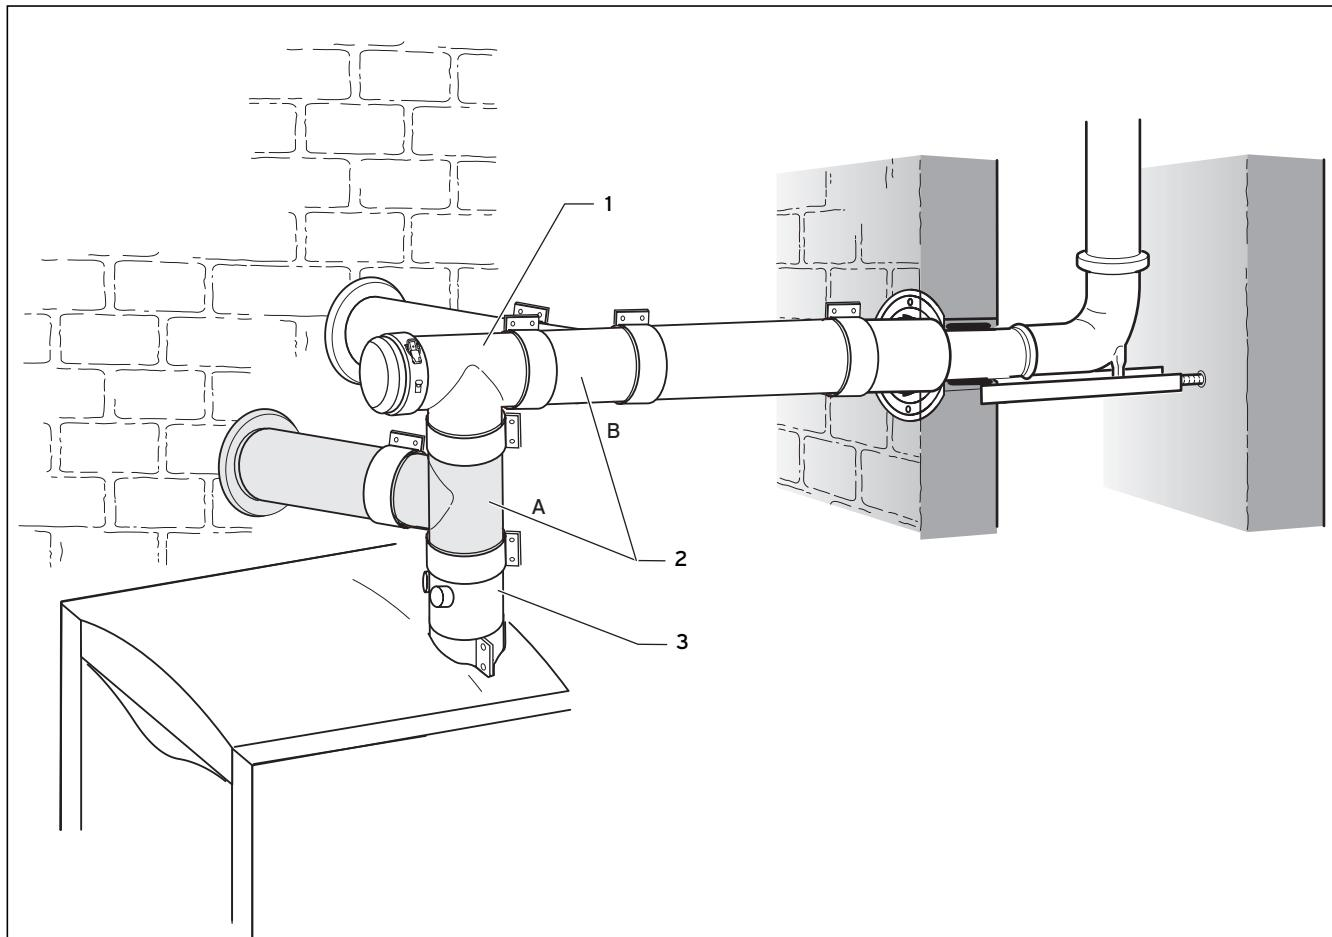

Рис. 4.33 Возможности подсоединения раздельного притока воздуха
- Соедините ревизионный тройник 87° (3) с переходником прибора (2).
- Соедините тройник для подсоединения воздуха (4) с ревизионным тройником 87° (3). (→ рис. 4.33).
Тройник для подсоединения воздуха (4) также можно вставить между переходником прибора (2) и ревизионным тройником (3) (→ рис. 4.33).
- Вставьте разделительное устройство (5) с муфтой до упора в удлинитель (6).
- Соедините удлинитель (6) с выпускным газопроводом (7).
- Соедините разделитель (5) с тройником для подсоединения воздуха (4). Это место позднее служит местом разъединения.
- Установите хомут (8) разделительного приспособления.
- Проложите удлинители и трубы до тройника для подсоединения воздуха (4). Начните с воздухозаборника (1).